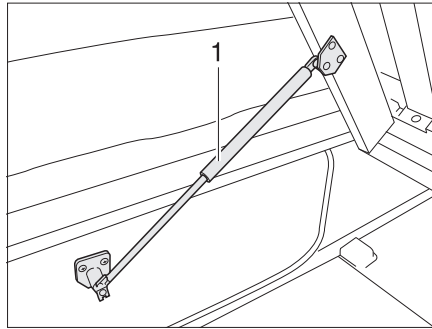

Fig. 170 Lit fixe
- Soulever le sommier à lattes. Les ressorts à pression de gaz (Fig. 170,1) maintiennent le sommier à lattes en position ouverte.